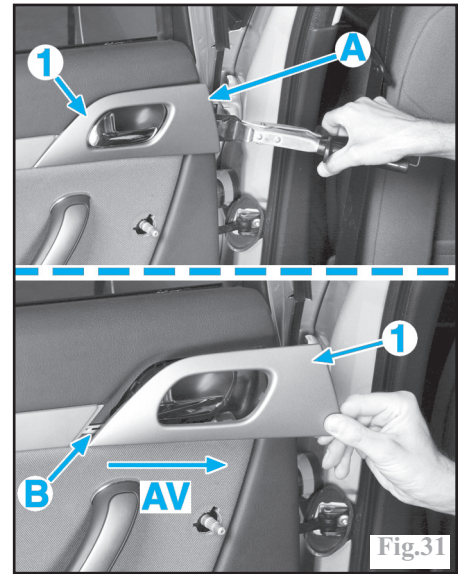

Fig.31
À l'aide d'une spatule, engagée au point (A), décliper l'enjoliveur (1) de commande d'ouverture intérieure (Fig.31).